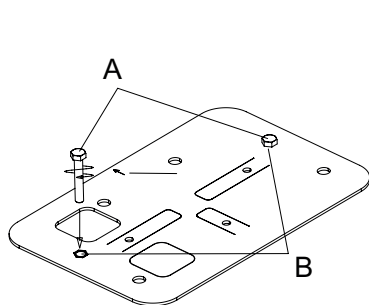

Fig. 4A
- 1) Inserire e avvitare per tutta la lunghezza le viti M8x50 (rif. A) negli appositi inserti filettati (rif. B) della piastra (Fig. 4A).